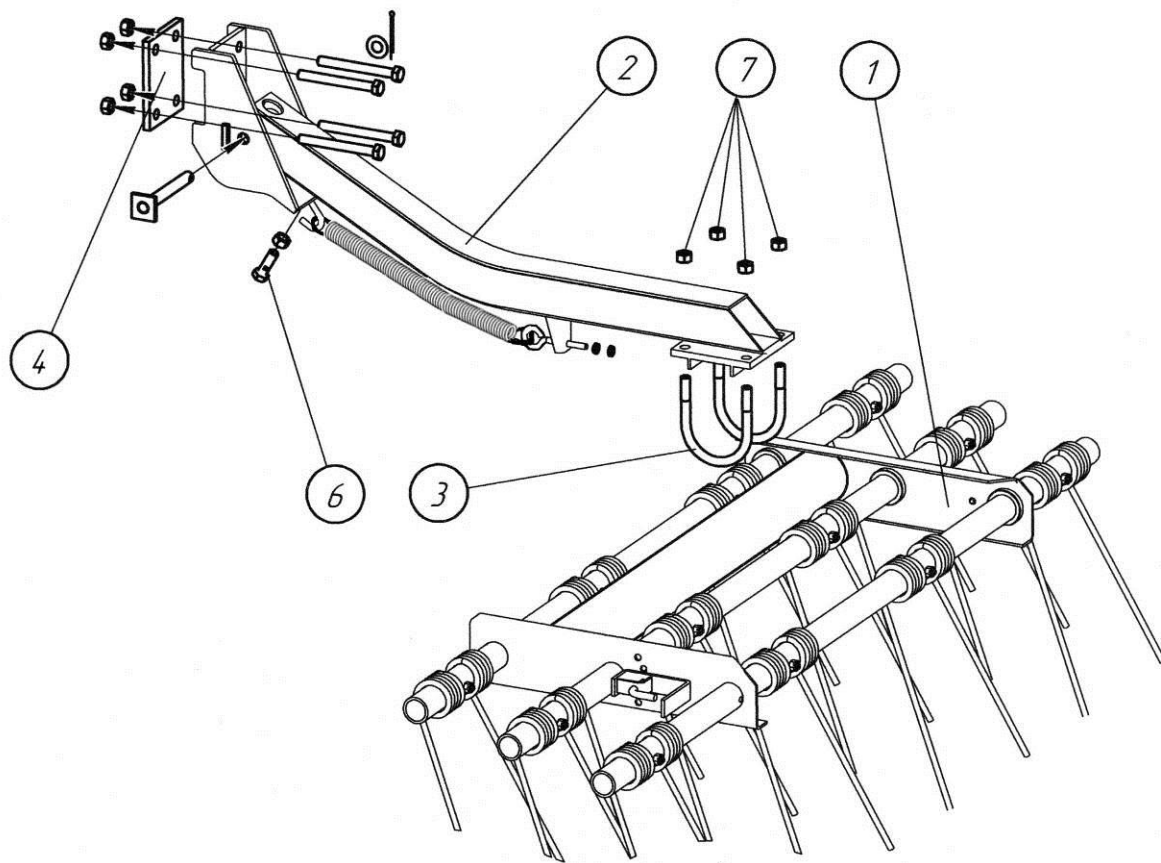
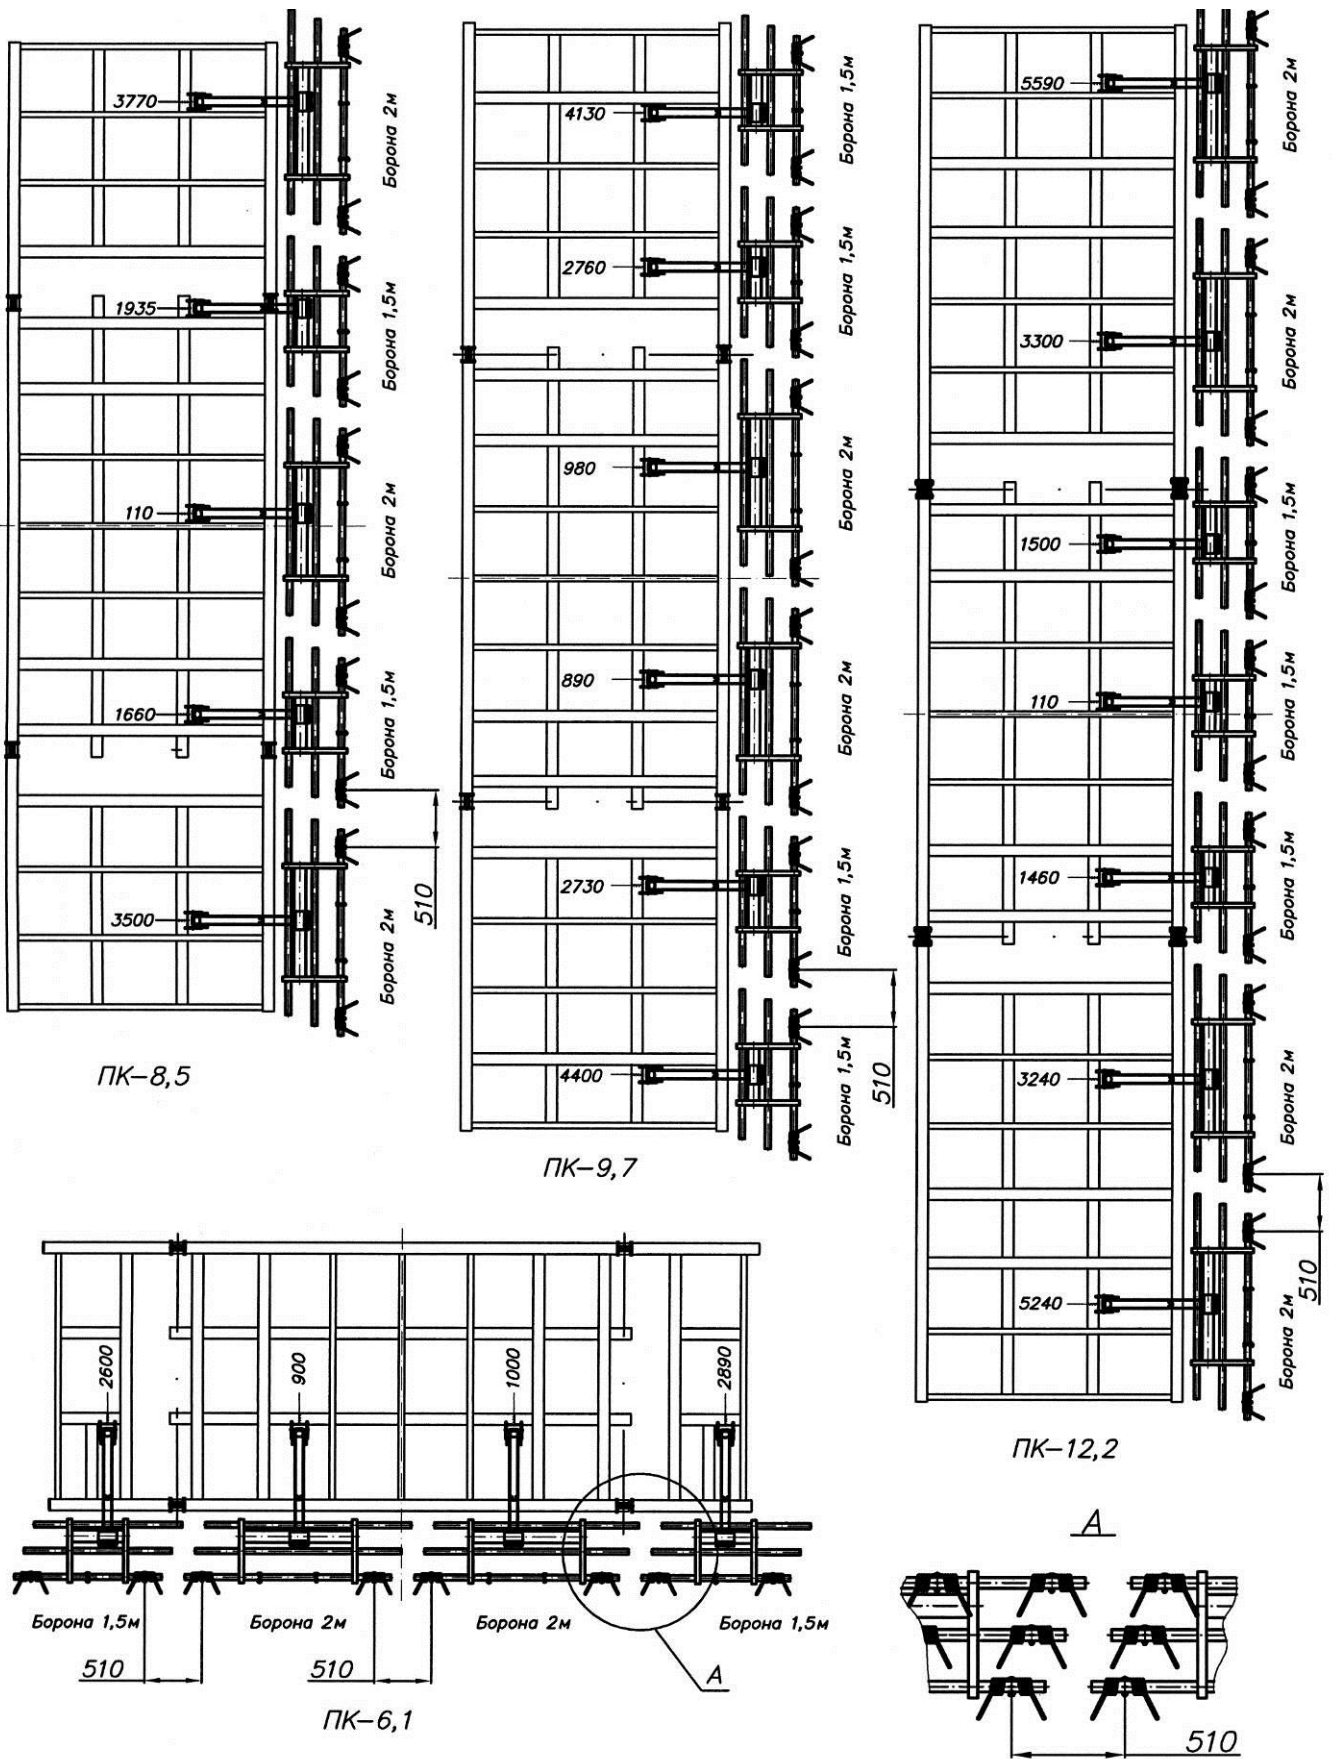

Рис. 4.6.1. Крепление секции трехрядной бороны
Рис. 4.6.2. Схема крепления борон на рамах К-6,1; К-8,5; К-9,7; К-12,2
4.6.1. Закрепите секцию трехрядной бороны 1 на кронштейне 2 стремянками 3 и гайками 7 М16 (см. рис. 4.6.1).
Расположение коротких и длинных борон показано на рис. 4.6.2. Крепите кронштейны 2 с боронами к рамам болтами М16х150, пружинными шайбами и гайками, подложив пластины 4.
4.6.3. Для обеспечения одинакового расстояния между зубьями соседних секций необходимо выдержать размер 510 мм между болтами соседних секций (рис.4.6.2). С помощью регулировочного болта 6 установите все бороны на одном уровне от земли. Поверните бороны в стремянках 3 так, чтобы передняя часть бороны была на 25 мм выше задней. Это обеспечит лучшее качество боронования и равномерный износ зубьев. Окончательно затяните гайки 7 (рис.4.6.1).